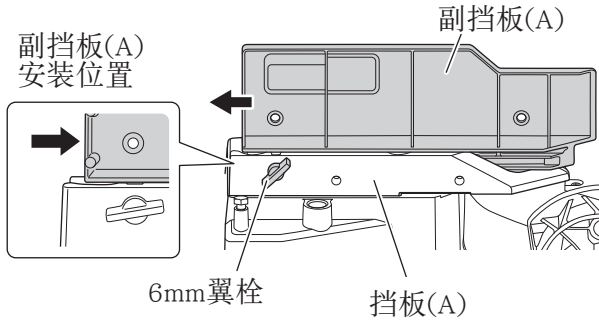

图18
2. 确认使用副挡板（A）（第28页的图18）
进行直接角度切割和左斜角切割时，向内滑动到副挡板（A）碰到的位置，并用6mm翼栓固定。（如图18所示）